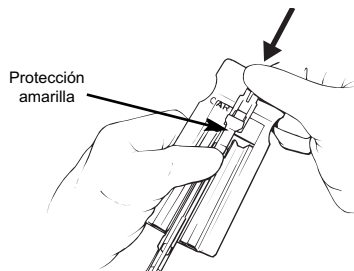

FIGURA 13
- 9b. Mientras presiona ligeramente ambos brazos de la grapadora, deslice el clip sobre la unidad de carga de la grapadora, asegurándose de que el clip sujeta ambos brazos firmemente en su lugar y de que, en el lado del cartucho, la protección amarilla se encuentra entre el clip del paquete (Figura 13).